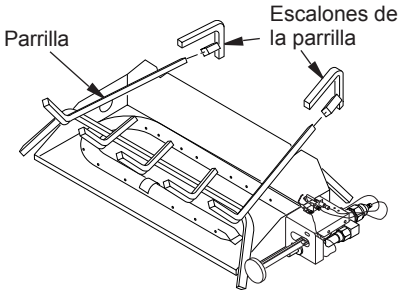

Figura 15 - Instalación de la parrilla (el material de la charola no se muestra)
2. Deslice los escalones de la parrilla de los dos leños traseros sobre los dos soportes horizontales externos de la parrilla, como se muestra en la figura 15, en la página 14. (No requerido para modelos CVSR18/24)